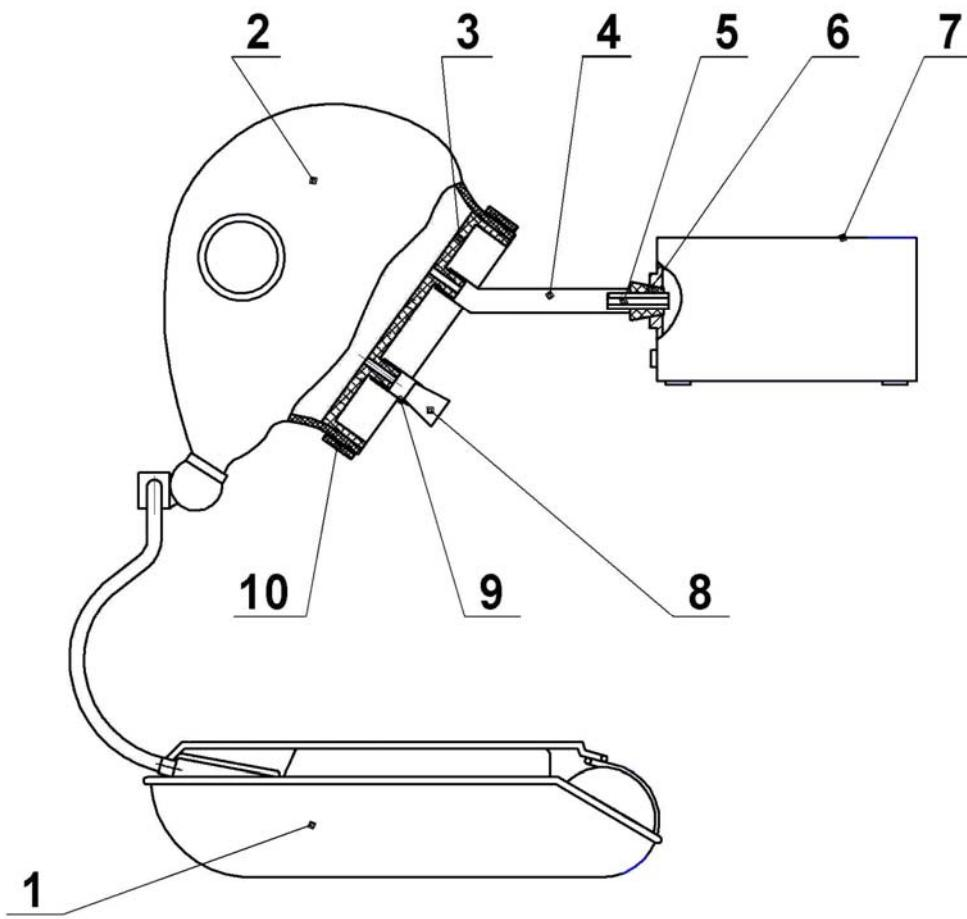

Рисунок 11 – Проверка респиратора со шлем-маской:
9.3.9. Для проверки респиратора со шлем-маской собрать схему (рис. 11). Растиянуть руками шлем-маску 2; вставить в нее диск с отводами 3 и для герметизации стянуть лентой металлической натяжной 10 с замком. Заглушить одну из трубок диска трубкой резиновой 9 с пробкой 8. Присоединить вторую трубку диска 3 к прибору 7 (УКП-5) при помощи трубы резиновой 4, трубы 5 и пробки 6. При проверке респиратора прибором ИР трубы резиновые последнего присоединить к трубкам диска 3.